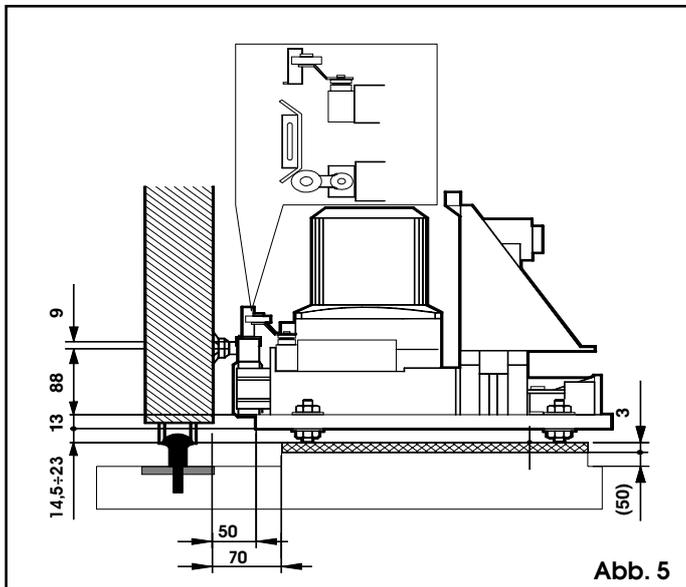

Abb. 5
*Hinweis:* Die Fundamentplatte sollte auf einem Zementsockel ca. 50 mm vom Boden abstehen (Abb. 5).
In Abb. 5 wird die Positionierung des Antriebs gezeigt. Hierbei die Kabel durch die vorgesehene Führung (Abb. 1 - Pos. 5) in den Antrieb einziehen.